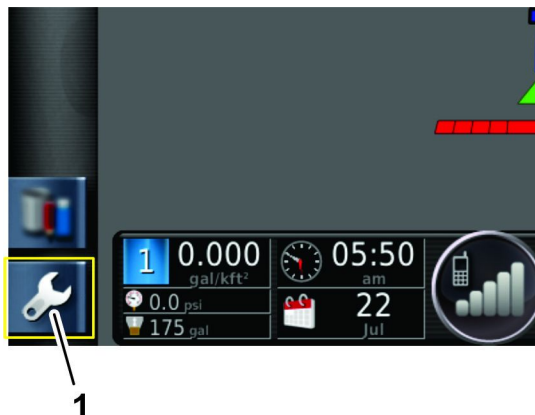

Рисунок 205
3. Нажмите на значок SETUP (НАСТРОЙКА) на главном экране (**Рисунок 205**).